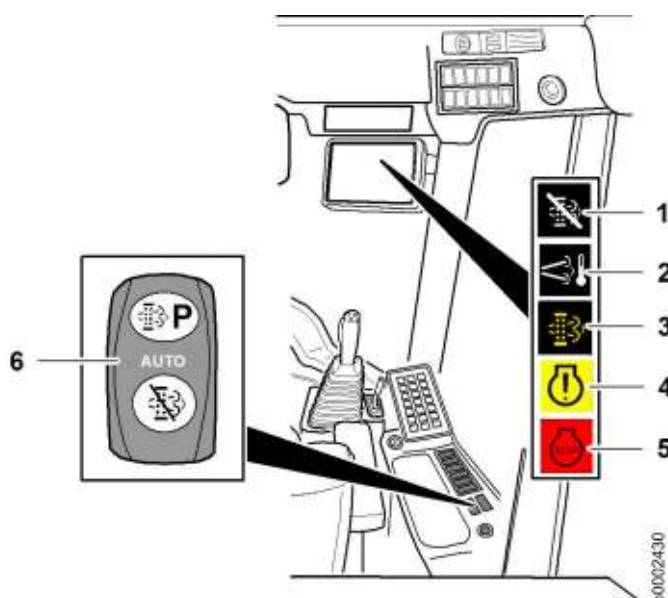

Fig. 219: Impostazione della modalità di rigenerazione
- ▷ Il simbolo **2** (vedere: fig. 219, pagina 192) è acceso a una temperatura dei gas di scarico > 300 °C sull'uscita del tubo di scappamento.
- ▷ È possibile utilizzare la macchina senza alcuna perdita di potenza finché non si accende il simbolo **4** (vedere: fig. 219, pagina 192).
- ▷ Il simbolo 2 (vedere: fig. 219, pagina 192) è acceso a una temperatura dei gas di scarico di > 300 °C sull'uscita del tubo di scappamento.